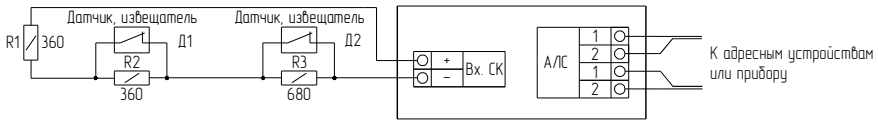
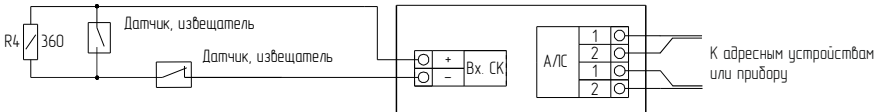
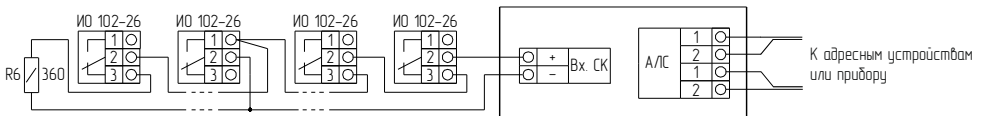

Рисунок 3 – Метка неисправности, пожарная или технологическая конфигурация
Рисунок 4 – Охранная конфигурация
Рисунок 5 – Охранная конфигурация, несколько извещателей
- конфигурация – «Пожарная», «Технологическая», «Метка неисправности» (рисунок 3), пример конфигурации «Охранная» (рисунок 4), с несколькими контактными датчиками, например, ИО 102-26 (рисунок 5);